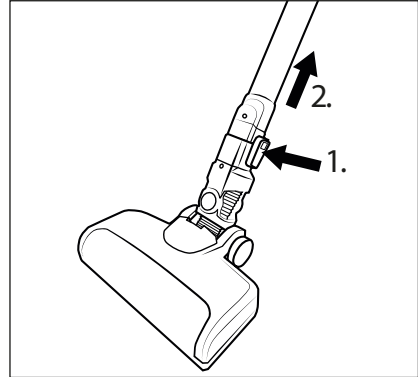

Fig. 12
- ◆ For at fjerne gulvbørsten 21 fra sugerøret 23, skal du trykke på oplåsningsknappen til gulvbørsten 22 og holde den nede og tage sugerøret 23 ud af gulvbørsten 21 (se fig. 12).